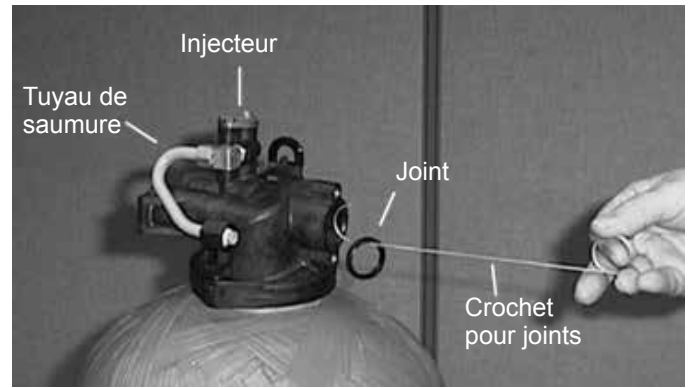

Figure 7
6. Retirez d'abord le joint à l'aide du crochet avec l'anneau (voir la « Figure 7 »).